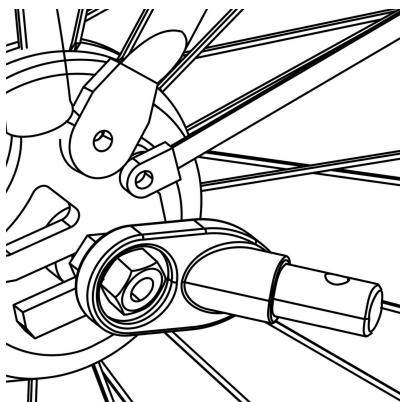

Figuur 11
**1. Snelspanneras : Verwijder** de snelspanner aan de linkerkant van de achteras van de fiets. Monteer de trekhaak tussen de snelspanner en het frame. Draai de snelspanner vast volgens de handleiding van de fietsfabrikant. De trekhaak kan op de fiets blijven zitten als de aanhanger is verwijderd ( Figuur 11 ).